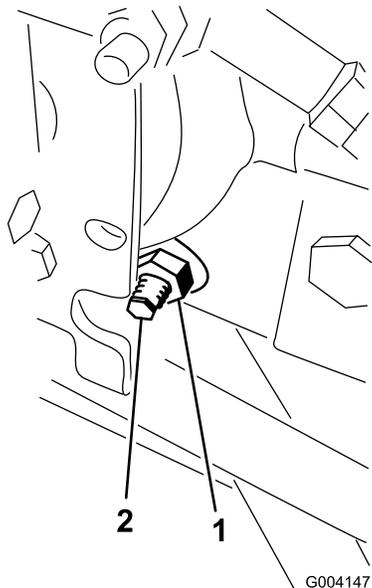

Рисунок 57
3. С правой стороны гидростата ослабьте контргайку кулачка регулировки тяги (Рисунок 57).